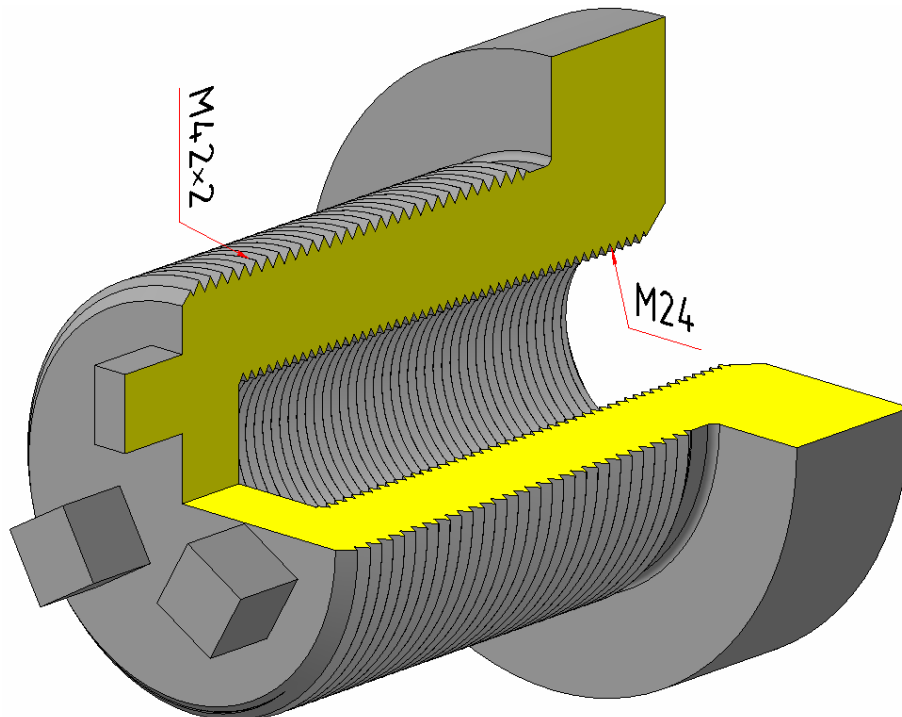

Рис. 2.2.3 Аксонометрія деталі з різьбовим з'єднанням
1. Створити 2D креслення деталі відповідно до наведеної на рис. 2.2.3 аксонометрії.